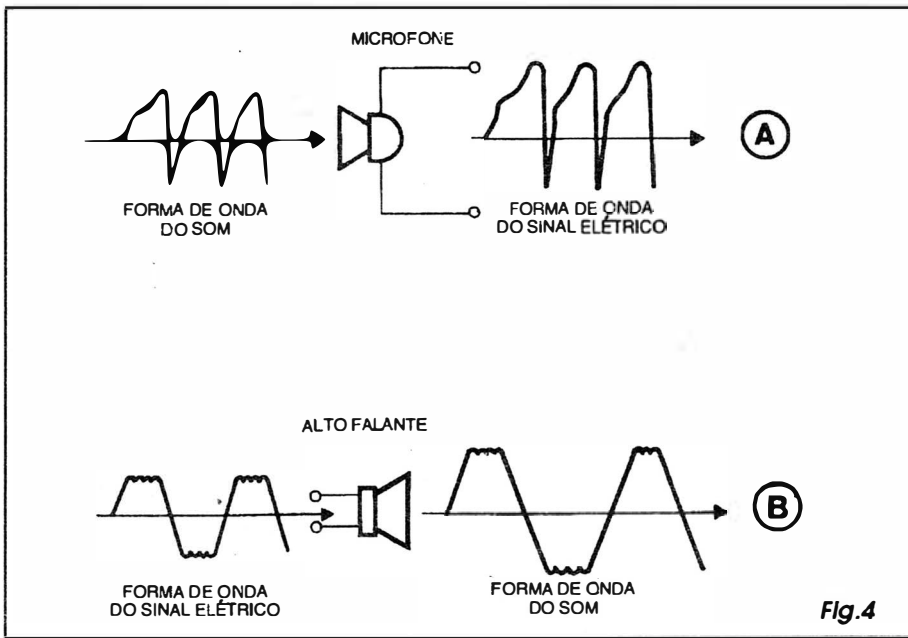

Fig.4
- FIG. 4 - A LINEARIDADE (FIDELIDADE E AUSÊNCIA DE DISTORÇÕES...) DOS TRANSDUTORES